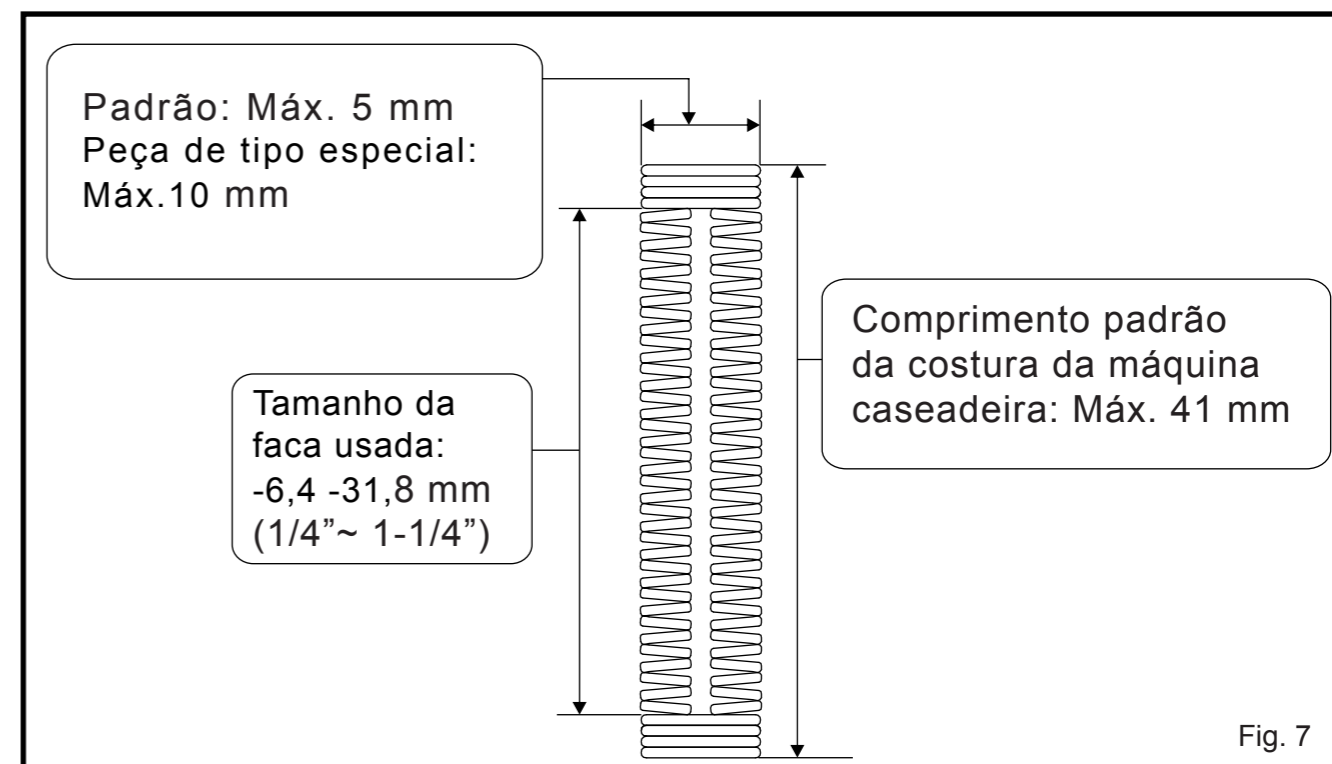

Fig. 7
1. Tamanho da máquina caseadeira (Fig. 7)